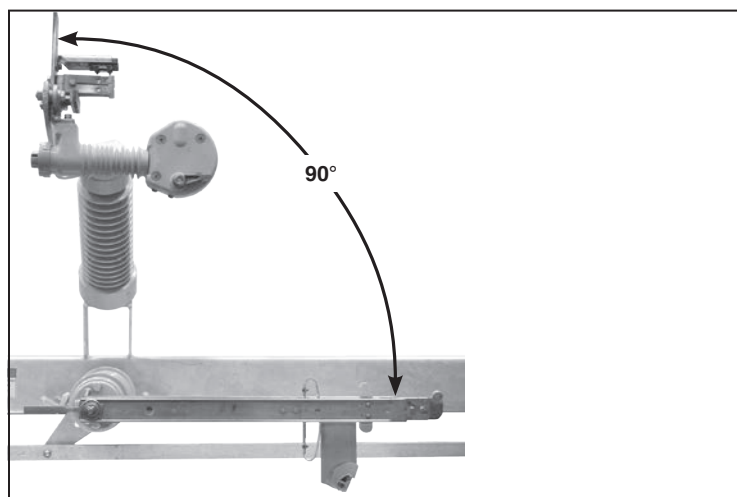

Figura 40. Compruebe que las hojas del interruptor están a 90 grados de la posición Cerrado.
- (b) Con la palanca de operación hasta donde llegue en la dirección de apertura, las cuchillas del interruptor estén a 90 grados de la posición **Cerrado**. Ver Figura 40.